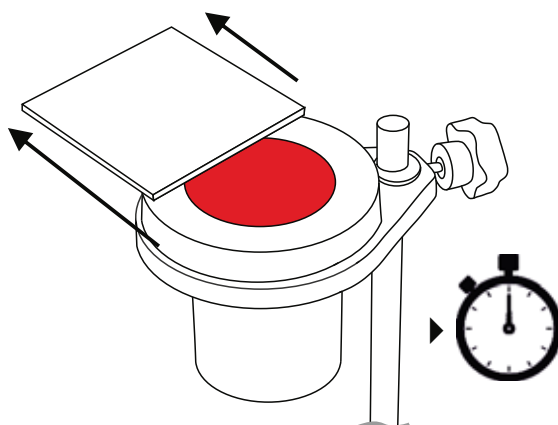

図 4
- 7 ガラス板を取り除いて、ストップウォッチaを始動させます (図4)。